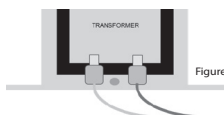

Figure 1: Transformer Wiring for 230V
2. Localisez le transformateur illustré dans la Figure 1 ci-dessous.